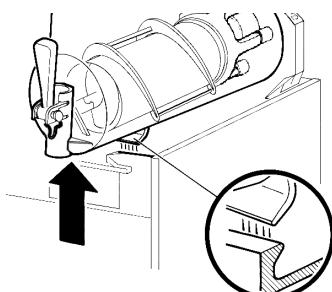

figura 5
- 2 Desmontar el contenedor empujando ligeramente la parte inferior (lado grifo) hacia arriba para dejar libres los ganchos inferiores (ver figura 5) y luego quitarlo por adelante (ver figura